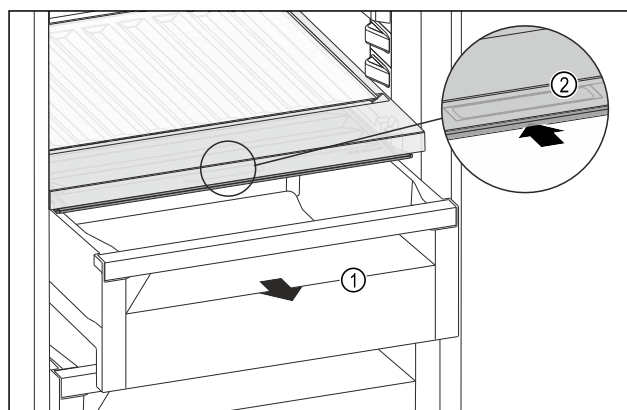

Fig. 177
- ▶ Zásuvku Fig. 177 (1) vytáhněte.
- ▶ Uchopte prohlubeň pro rukojeť Fig. 177 (2) na víko zásuvky a současně zasuňte víko zásuvky směrem dozadu.